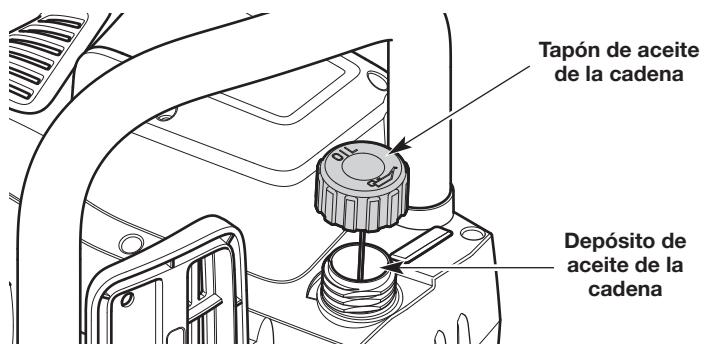

Fig. 37
1. Coloque la unidad sobre una superficie plana y nivelada. Coloque la unidad con la tapa del depósito de aceite de la cadena mirando hacia arriba (Fig. 37).
3. Desenrosque la tapa del depósito de aceite de la cadena (Fig. 37).